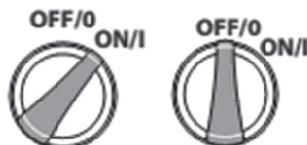

Рис. 3
4. Переведите выключатель на мойке в положение **ON** (Рис. 3). Двигатель начнет работать создавая давление в системе, при достижении максимального значения давления двигатель остановится.